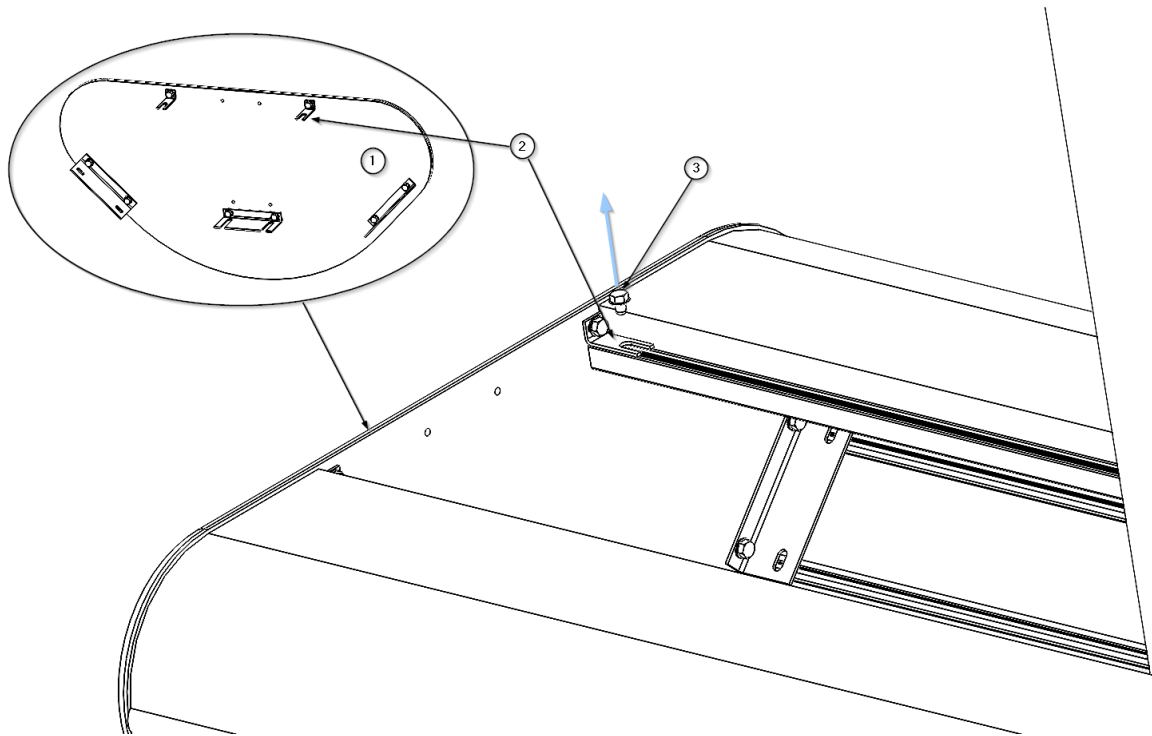

Abb. 3 Demontage/Montage der Seitenwände am Hauptkörper ARES
Es gibt zwei Möglichkeiten für indirektes Licht in den ARES-Serviceköpfen: ein Beleuchtungsmodul, das auf der Oberseite (1) zentriert ist, oder ein Beleuchtungsmodul, das vom mittleren Bereich versetzt oder asymmetrisch (2) ist und näher am Servicebereich angebracht wird. Siehe Abbildung 3.